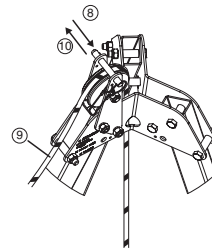

Fig. 10
8. Togliere il perno che si trova al di sopra della puleggia di rinvio nella parte superiore del treppiede trapode (Fig. 10, 8).
9. Passare la fune dell'apparecchio Derope™ attorno alla puleggia di rinvio (Fig. 10, 9).
10. Riposizionare il perno per impedire che la fune esca dalla puleggia di rinvio (Fig. 10, 10).